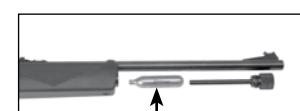

Fig. 4
- Isæt en ny CO₂-cylinder i geværet således, at patronens smalle ende vender mod bagenden af geværet. (Fig. 4)